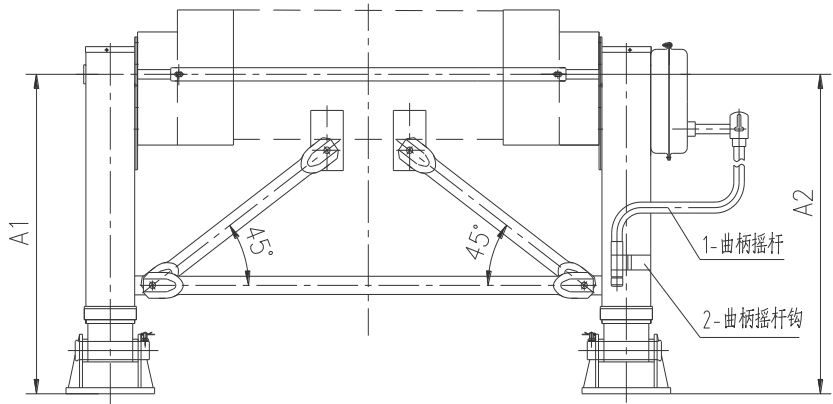

图 3
2.4 调整左右两支腿的提升高度：A1 与 A2 允差小于 5mm，图 3。
2.6 安装调试完毕，必须将 1-曲柄摇杆置于 2-曲柄摇杆钩内，图 3。